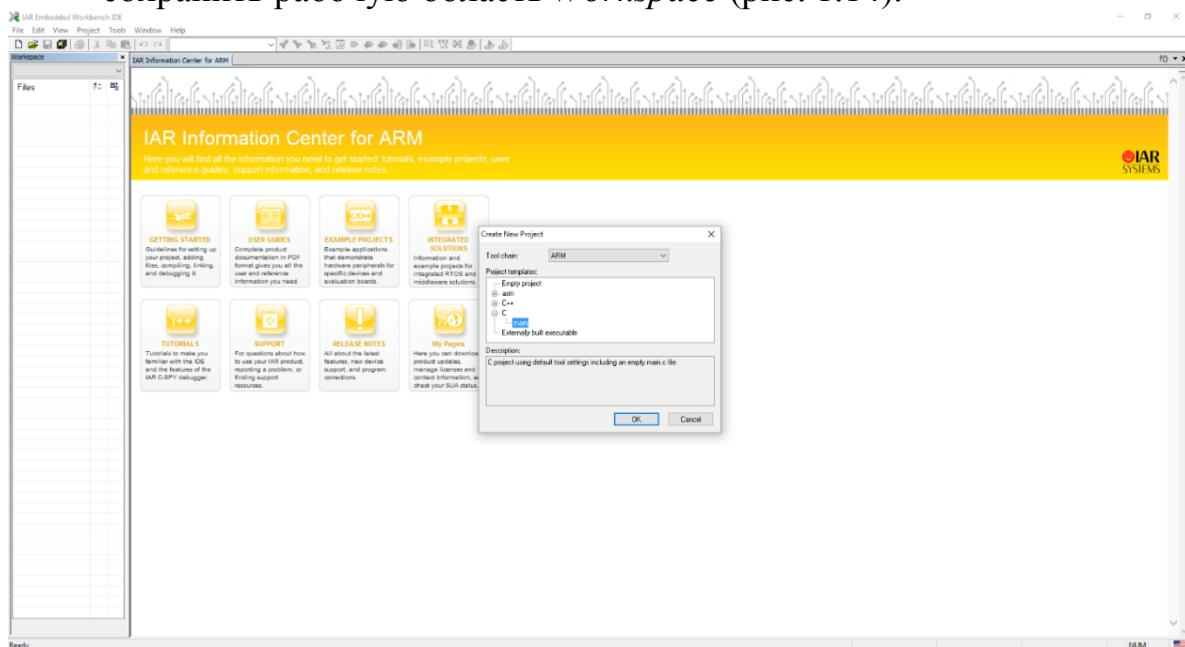
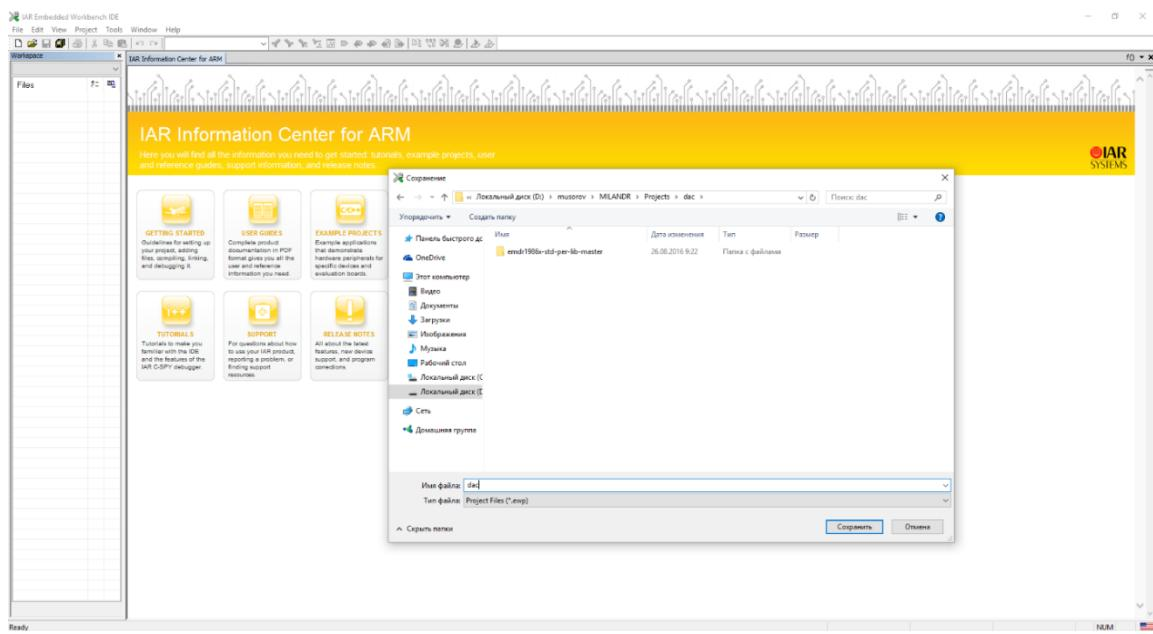

Рис. 1.13. Окно выбора языка программирования и микроконтроллера
Рис. 1.14. Окно сохранения проекта
3. В появившемся окне (рис. 1.13) необходимо выбрать шаблон для языка С и тип микроконтроллера (ARM). Далее следует сохранить рабочую область *Workspace* (рис. 1.14).